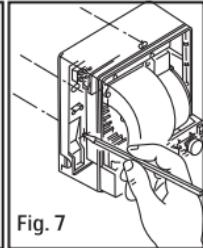
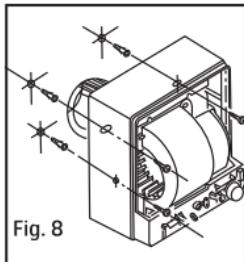

Fig. 7
Fig. 8
4. Przyłożyć płytę tylną do ściany / sufitu i zaznaczyć cztery otwory na śruby. Następnie skręcić wentylator, rys. 7 oraz rys. 8.